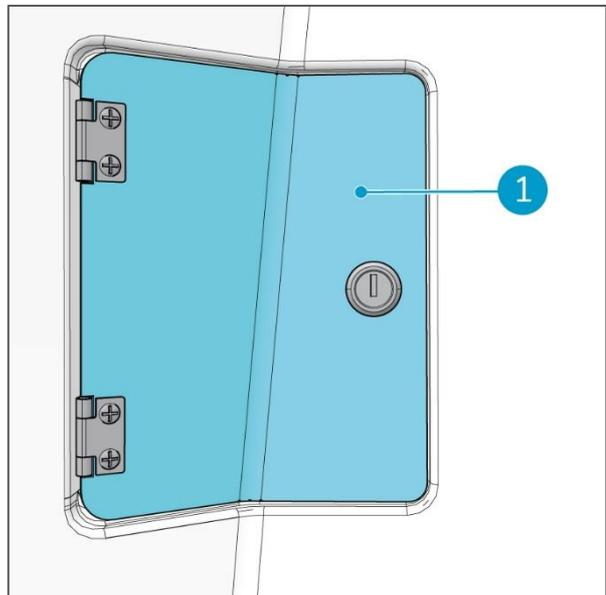

Figure 22
Derrière l'i-mop lite, vous trouverez un casier personnel (Figure 22, pos. 1) dans lequel vous pouvez ranger vos effets personnels. Il peut être verrouillé à l'aide d'une clé fournie avec l'i-drive.